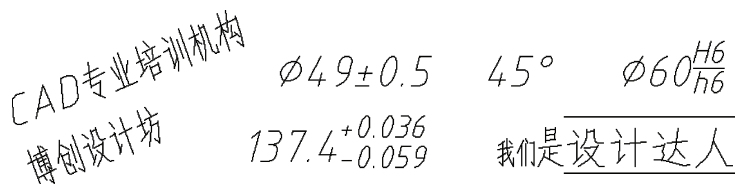

图 7-35 绘制单行文字和多行文字的练习
- (1) 如何设置文字样式?
- (2) 单行文字与多行文字有哪些不同之处? 它们分别适用于什么场合?
- (3) 什么是堆叠文字? 如何在多行文字对象中创建堆叠文字?
- (4) 如何更改堆叠文字特性?
- (5) 简述创建表格样式的方法与步骤。
- (6) 请自行定制一个表格样式, 然后创建一个 5 行 7 列的表格, 并自行填写表格的每个单元格。
- (7) 上机练习: 请分别绘制图 7-35 所示的单行文字或多行文字。